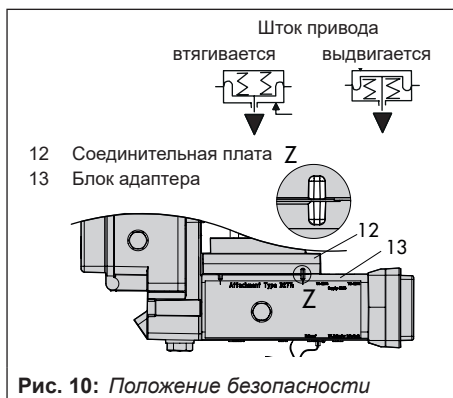

Рис. 10: Положение безопасности
- Вставьте болты (13.1) в центральные отверстия блока адаптера (13).
- Установите соединительную плату (12) с уплотнением (12.1) в соответствии с положением безопасности "Шток привода выдвигается" или "Шток привода втягивается" на болты (13.1). Активным является положение безопасности, при котором паз блока адаптера (13) совпадает с пазом соединительной платы (12) (рис. 10).
- Установите блок адаптера (13) с соединительной платой (12) на приводе с помощью болтов (13.1).
Позиционер монтируется на ребре NAMUR по указаниям на рис. 10.